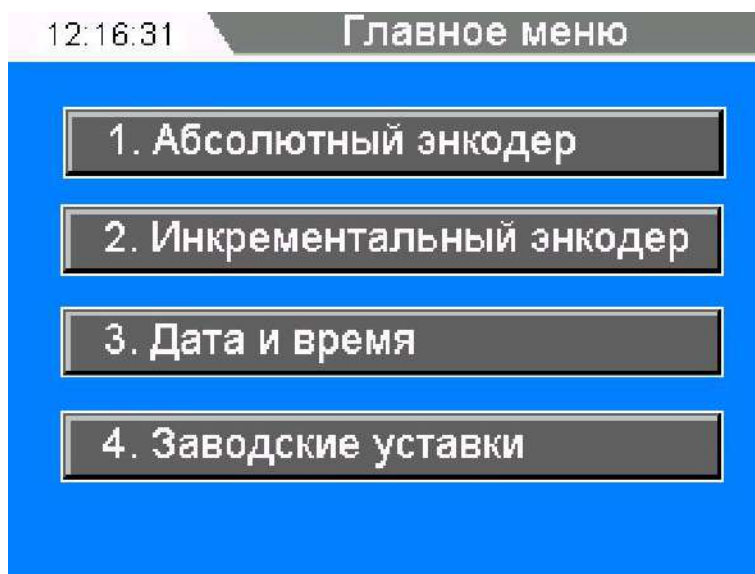

Рисунок 9 – Главное окно контроллера
5.5.1. Выбрать в главном меню контроллера «Инкрементальный энкодер» рис. 9.